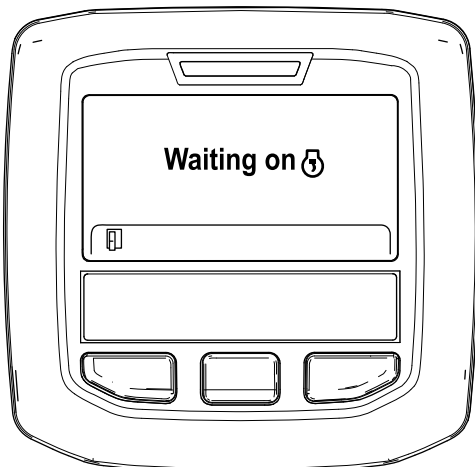

Рисунок 43
- В. Появится сообщение «Waiting on » («Ожидание») (Рисунок 43).